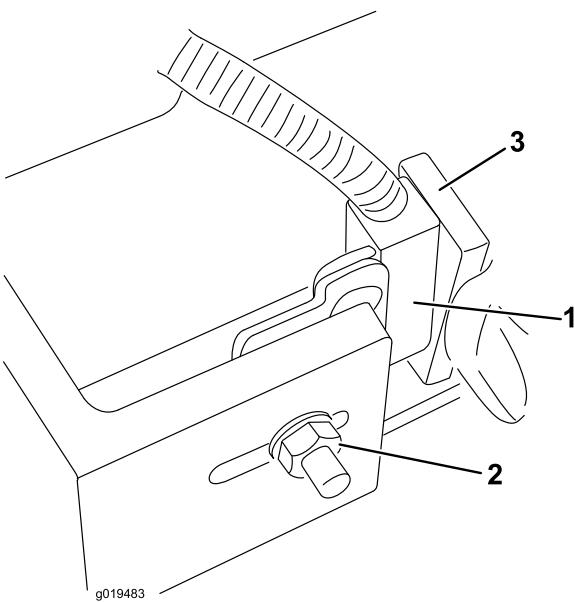

図 87
- 昇降アームのスイッチのブラケットを4番、6番または7番昇降アームに固定しているキャリッジボルトのナット 図87をゆるめる。